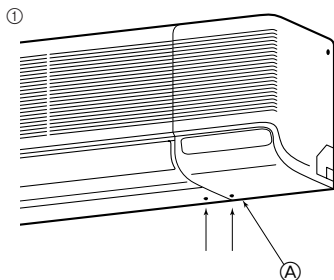

Fig. 3-6
1) Hintere, rechte und untere Rohrleitungen (Fig. 3-6)
- ① Die rechte Seitenplatte abnehmen.
- ① Nehmen Sie die Seitenplatte ab.